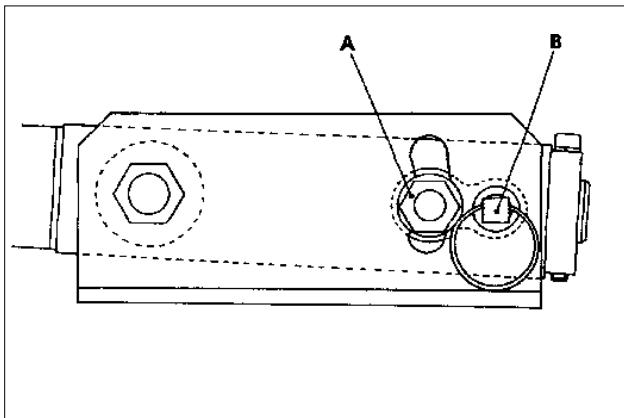

Fig.46
Second Position (Fig.46)
Tweede stand (afb. 46)
- (a) Placer la goupille à ressort (Ref.B Fig.46) dans l'orifice du pivot et le support et vérifier que l'orifice (B) dans le support est assis contre le haut de la goupille.
- (b) Serrer les contre-écrous avant (A).
Deuxième position (Fig.46).